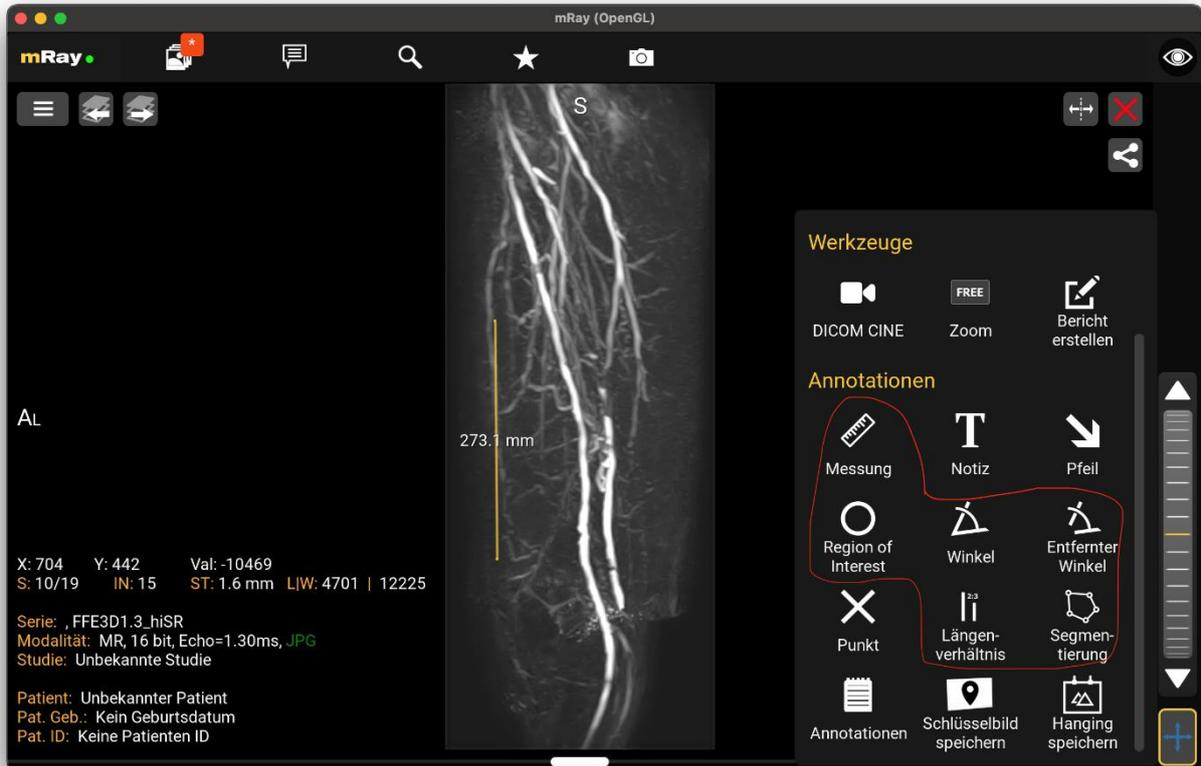

Abbildung 2
3. Verwendung eines Mess-Werkzeuges: Längenmessung, Region of Interest, Winkel, Entfernter Winkel, Längenverhältnis, Segmentierung (siehe Abbildung 2).